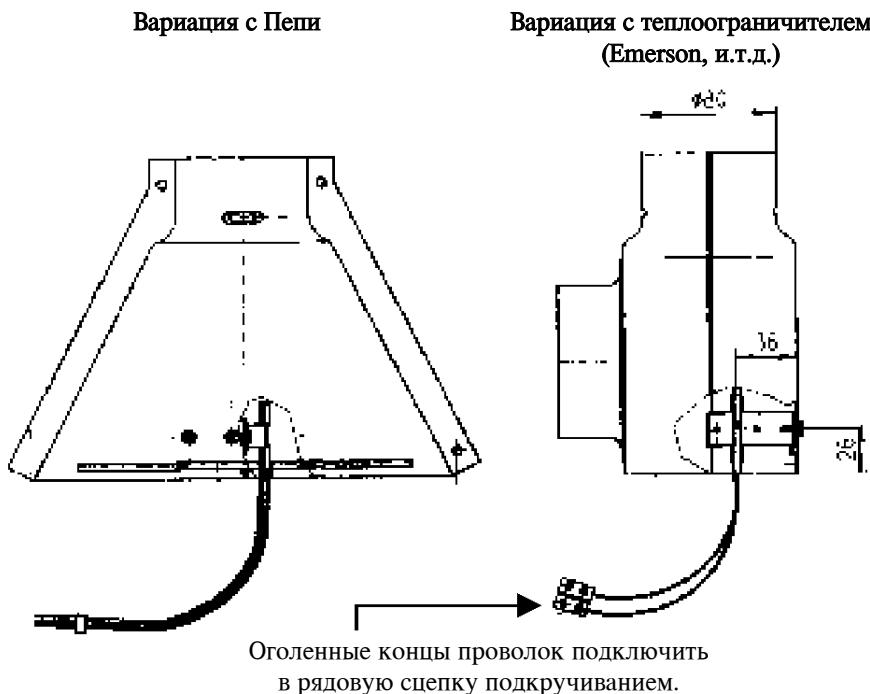

Рис. 1. Прикрепление к стене установки с выходом в дымоход
- Прикрепить опорные листы (2 шт) к держательному элементу, находящемуся на обороте установки с помощью винтов M6x16 (3), гайки M6 (4) и прокладки M6 (5) по 2 шт.
- Отметить на стене места присоединения держателей и просверлить места для пласт массовых дюбелей (7) (2 шт).
- Закрепим двумя шурупами (6) установку к дюбелям (7).
- Обеспечиватель тяги продуктов сгорания (1), приложенный к установке, приложить на место соединения, потом вынимая из монтированной трубы горения термодатчик включателя Пепи (12) прикрепить на обеспечиватели тяги продуктов сгорания по приложенному чертежу монтажа.
- Термоограничитель (12), смонтированный на обеспечиватели тяги продуктов сгорания соединить по рис. 2 к монтированной трубе горения (2) (рис.1.). Термоограничитель нельзя выключить и в случае его замены, использовать можно только оригинал детали производителя.
- Трубу отвода продуктов сгорания (8) присоединить к дымоходу.
Монтаж установки показан на рис. 1.